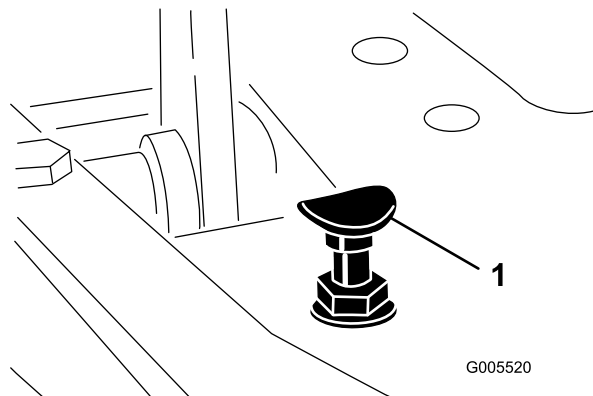

Figura 56
Per ottenere la velocità massima di trasferimento mettete la leva di comando delle funzioni in posizione di trasferimento, e premete il pedale di trazione. Se il pedale tocca il fermo (Figura 56) prima che avvertiate la tensione sul cavo:
1. Spostate la leva di comando delle funzioni in posizione di trasferimento e allentate il dado di bloccaggio che fissa il fermo del pedale alla piastra di appoggio (Figura 56);